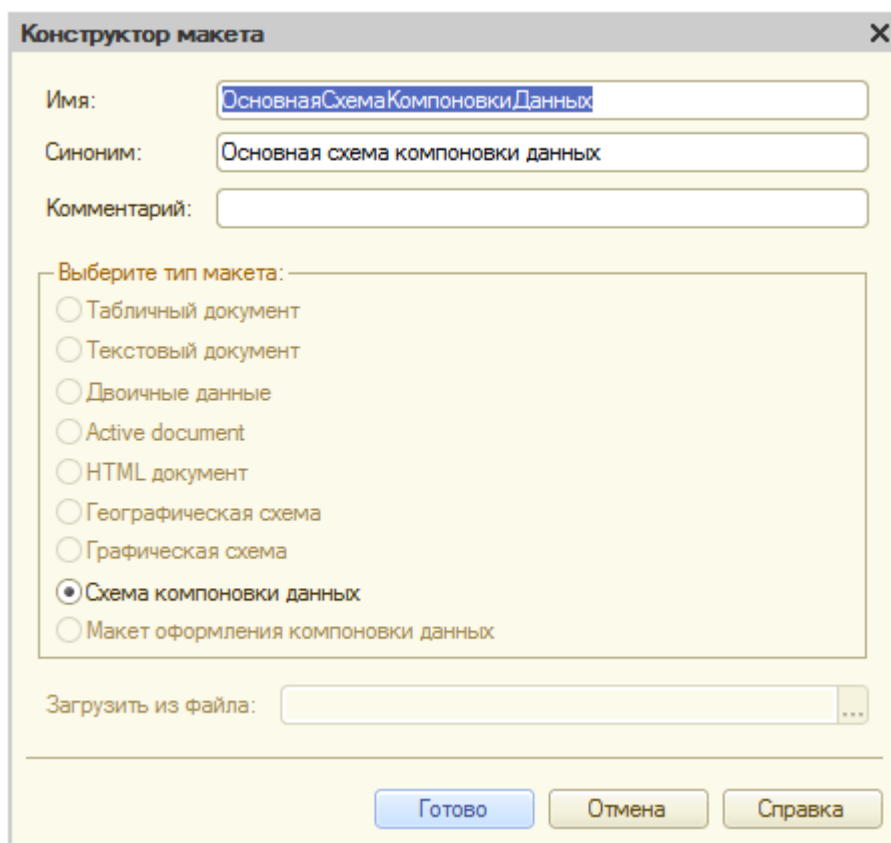

Рис.50. Выбор схемы компоновки данных
3. Выбрать «Схему компоновки данных» (рис.50.).